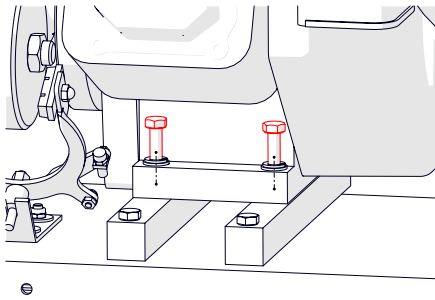

Fig. 17B - Extraer los pernos del motor de los soportes
3. Extraiga [con la llave fija de 13 mm] los cuatro pernos hexagonales M8 que fijan el motor a los rodamientos del motor (Fig. 17B).